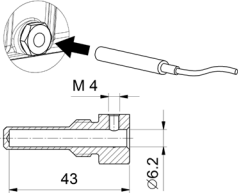

Fig. 1
- 4.8 **Monter sur la pompe une sonde de température dans le bouchon de vidange d'huile** (fig.1) ou directement en contact avec le lubrifiant (en remplacement du bouchon de vidange d'huile) et la brancher à l'installation de manière à signaler et bloquer le fonctionnement de la pompe en cas d'augmentation de la température de l'huile dépassant les limites indiquées dans le manuel d'utilisation et d'entretien ou sur la fiche technique (s'il y en a une). Le montage de cet équipement doit être pris en charge par le client et doit être effectué par un professionnel qualifié conformément à la réglementation en vigueur.